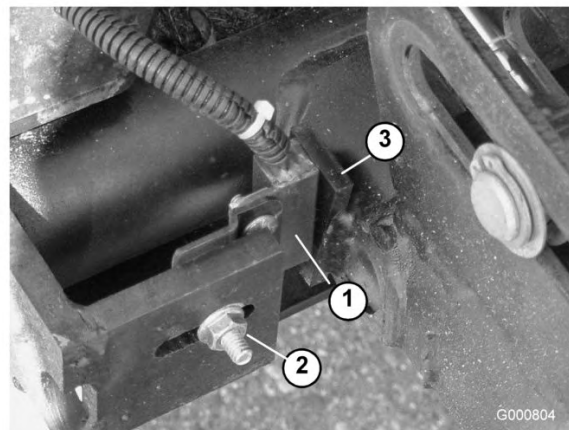

Figura 89
- Afloje la tuerca del perno de cuello cuadrado que fija el soporte del interruptor del brazo de elevación a los brazos de elevación N° 4, N° 6 y N° 7 (Figura 89). La figura muestra el N° 4.